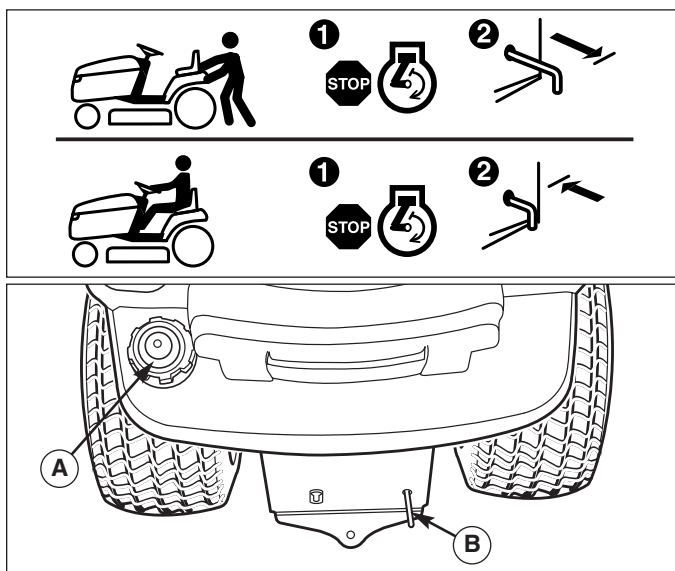

Figura 3. Leva di rilascio della trasmissione e serbatoio del carburante
1. Togliere il tappo di rabbocco (A, Figura 3).